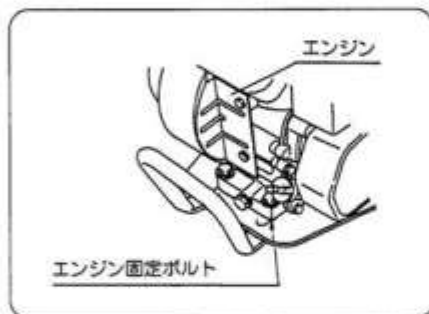

図31
- ③ 調整ボルトにおいて調整不可の際はエンジン固定ボルト(4本)を緩め、エンジンを前方に移動させてベルトの張り具合を調整します。(図31)